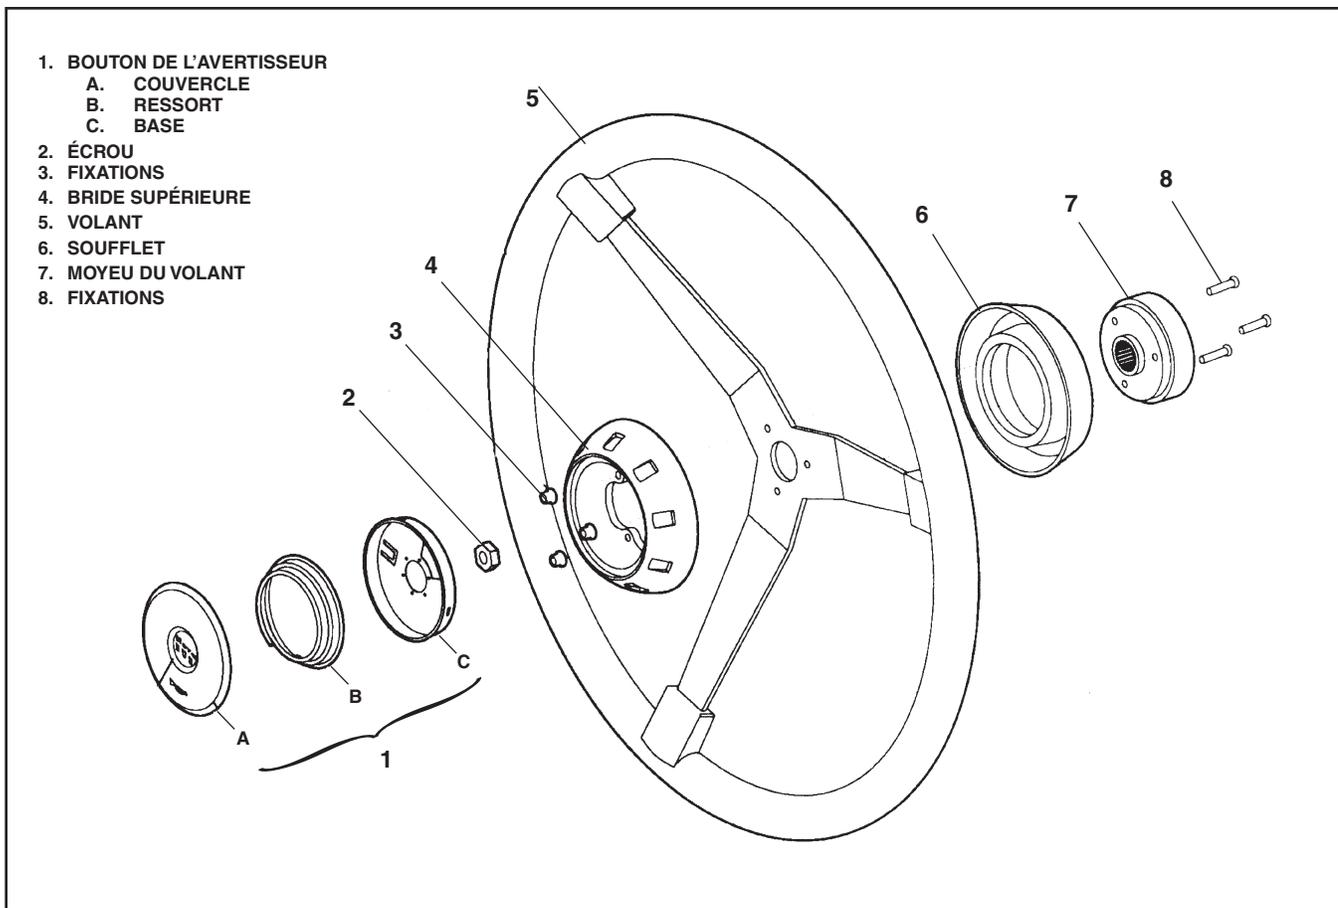
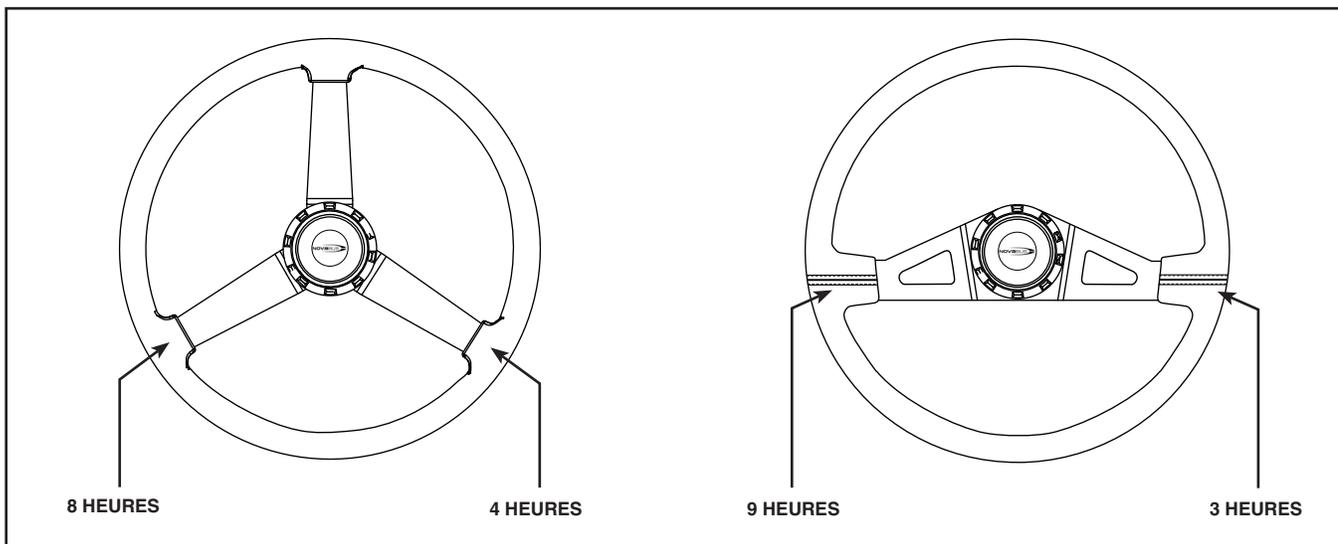

Figure 5 - Assemblage du volant
Figure 6 - Positionnement correct des rayons du volant (point neutre)
Voir Figure 5 et Figure 6.
3. Positionner le volant à la position neutre (voir Figure 6) avec les roues alignées parallèlement avec le véhicule.